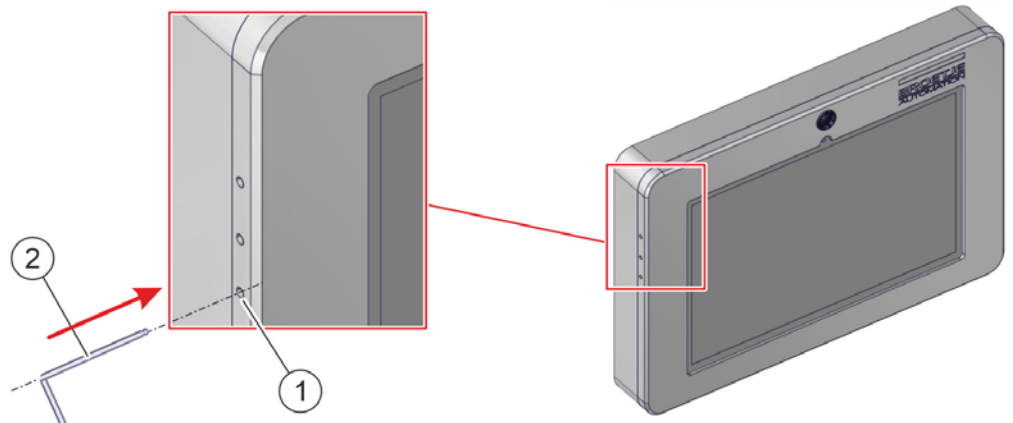

Abb. 3.3: Schalter
- ▶ 1. BA Thermo mit mitgeliefertem Werkzeug *Abb. 3.3 - (2)* einschalten.